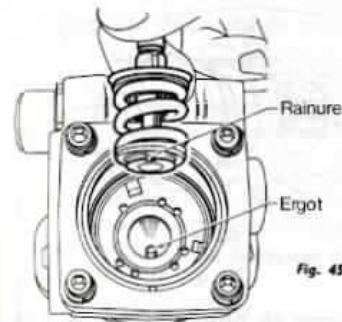

Fig. 45.
(1) Cette opération sera précisée ultérieurement.
- Placer cet ensemble sur le plateau à cames en prenant soin d'orienter la **rainure** du pied du piston dans l'ergot du plateau à cames (fig. 45).